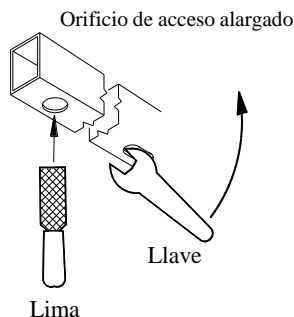

Figura 3
1. Retire los paneles de apariencia en ambos lados cerca del receptáculo de la rueda y que cubren los largueros del bastidor, retire (2) tuercas hexagonales (cubo M10) en la parte inferior del larguero del bastidor y (2) tuercas hexagonales con un (cubo M5.5) en la parte inferior del larguero del bastidor. Ambos lados. Tendrá que recortar o eliminarlo una vez que el enganche esté en su lugar.
3. Inserte el extremo enrollado del alambre de insertar a través del orificio trasero y saliendo por el orificio de acceso. Coloque el espaciador y el perno de carruaje en el alambre de insertar e inserte los fijadores en su ubicación a través del orificio. Deje el alambre de insertar unido. Repita el mismo proceso en ambos largueros del bastidor. Nota: Podría ser más fácil instalar la cabeza del perno de carruaje primero. Repita el procedimiento con los orificios delanteros del bastidor. Nota: para un ajuste apretado del perno de carruaje en el orificio de acceso podría ser necesario usar una lima o llave para abrir el orificio de acceso. Ver Figura 3.
3. Inserte el extremo enrollado del alambre de insertar a través del orificio trasero y saliendo por el orificio de acceso. Coloque el espaciador y el perno de carruaje en el alambre de insertar e inserte los fijadores en su ubicación a través del orificio. Deje el alambre de insertar unido. Repita el mismo proceso en ambos largueros del bastidor. Nota: Podría ser más fácil instalar la cabeza del perno de carruaje primero. Repita el procedimiento con los orificios delanteros. Ambos largueros del bastidor. Nota: para un ajuste apretado del perno de carruaje en el orificio de acceso podría ser necesario usar una lima o llave para abrir el orificio de acceso. Ver Figura 3.